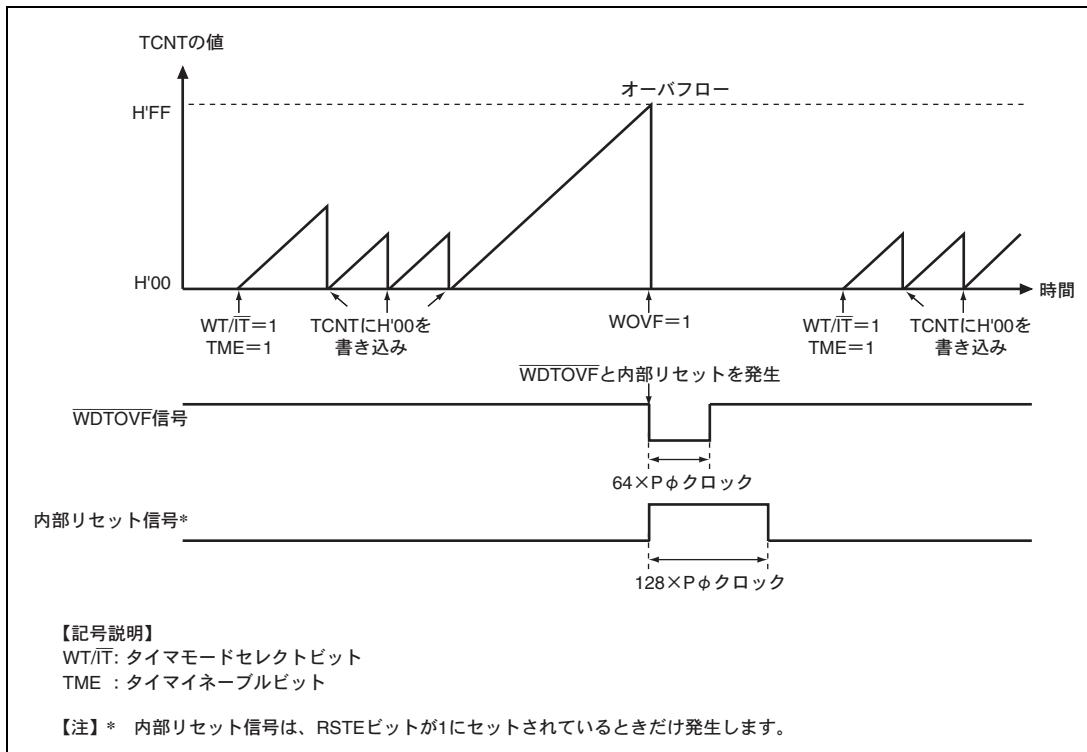

図 14.3 ウオッチドッグタイマモード時の動作
- カウンタがオーバフローすると、WDTはWTSRのWOVFを1にセットして、WDTOVF信号を外部に出力します。これを図14.3に示します。このWDTOVF信号を用いて、システムをリセットすることができます。